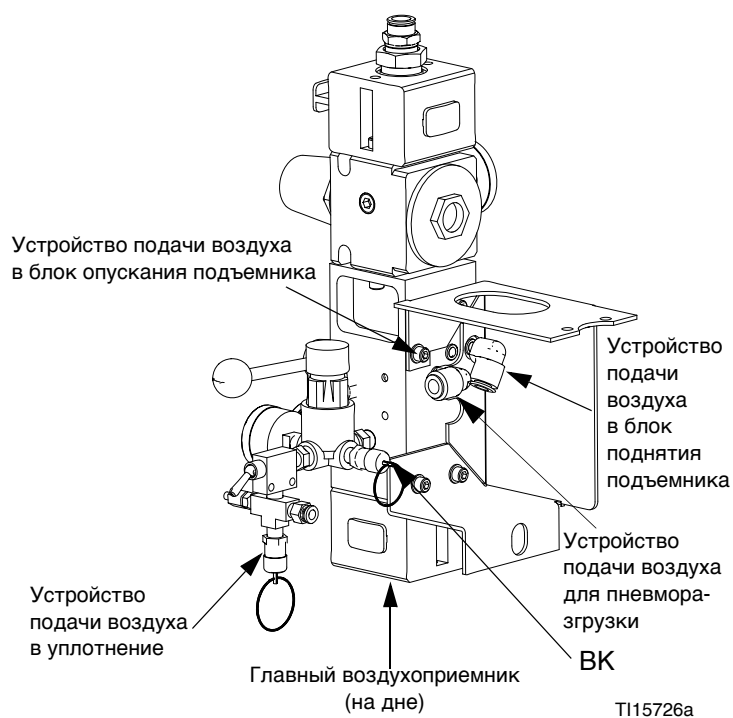
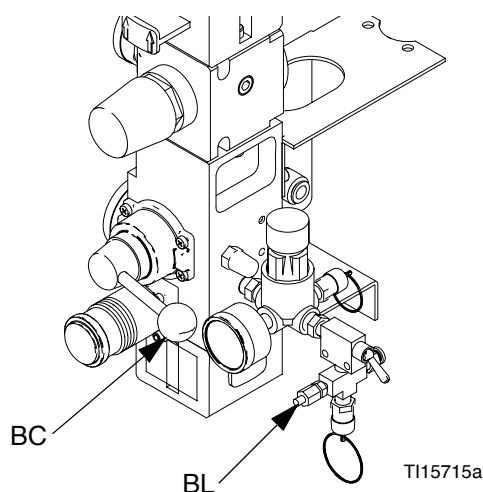

Рис. 3. Модули управления потоком воздуха
Рис. 4. Переливной клапан уплотнения и шумоглушитель с клапаном
- H Закрытый модуль управления потоком воздуха (см. Рис. 3; также выпускается открытый модуль управления воздухом.)
См. Рис. 3. Размер воздухоприемника в закрытом модуле управления потоком воздуха составляет 1/2 npt(f), а в открытом — 3/4 npt(f). В число встроенных средств управления потоком воздуха входят следующие.
- **Главный воздушный клапан (BA).** Данный клапан предназначен для включения и выключения подачи воздуха в систему. В закрытом состоянии клапан снимает давление в нижерасположенных устройствах.
- **Регулятор подачи воздуха в подъемник (BV).** Данный регулятор позволяет контролировать давление в подъемнике при его поднятии и опускании.
- **Переключающий клапан блока управления подъемником (BC).** Данный клапан используется для управления подъемником.
- **Выпускное отверстие с шумоглушителем (BD).**
- **Регулятор пневмодвигателя (BE).** Данный регулятор контролирует давление воздуха в двигателе.
- **Переключающий золотниковый клапан пневмодвигателя (BF).** Данный клапан предназначен для включения и выключения подачи воздуха в пневматический двигатель. В закрытом состоянии клапан стравливает воздух, скопившийся между этим клапаном и пневмодвигателем.
- **Клапан пневморазгрузки (BG).** Данный клапан позволяет включать и выключать подачу воздуха с целью выталкивания пластины подъемника из пустого барабана. Для этого используется воздухопровод.
- **Регулятор подачи воздуха в надувное уплотнение (BH).** Данный регулятор позволяет контролировать давление воздуха в надувном уплотнении.
- **Выключатель надувного уплотнения (BJ).** Данный выключатель контролирует процедуры надувания и сдувания уплотнения пластины подъемника.
- **Клапан снятия давления (BK).** Данный клапан автоматически снимает избыточное давление.
- **Переливной клапан уплотнения (BL).** Данный клапан стравливает воздух из надувного уплотнения для сужения барабана. Место расположения клапана в системе с открытым модулем управления потоком воздуха см. на Рис. 3. При наличии закрытого модуля управления потоком воздуха клапан располагается внутри коробки с модулем. См. Рис. 4, стр. 15.
- **Шумоглушитель с игольчатым клапаном (BN).** Данный глушитель позволяет регулировать скорость снижения пластины подъемника. Глушитель располагается внутри коробки с закрытым модулем управления потоком воздуха. При наличии открытого модуля управления потоком воздуха необходимость в глушителе отпадает, так как скорость снижения подъемника можно регулировать с помощью клапана блока управления подъемником.
См. Рис. 3. Переведите выключатель пневмодвигателя (BF) в положение OFF («Выкл.»).
См. Рис. 3. Закройте золотниковый клапан пневмодвигателя (BF).
2. Переведите регулятор подачи воздуха в блок управления подъемником на ноль. Установите переключающий клапан блока управления подъемником (BC) в положение DOWN («Вниз»). В результате подъемник медленно опустится.
4. Переведите выключатель надувного уплотнения (BJ) в положение OFF («Выкл.»).
6. Закройте главный воздушный клапан (BA).
ПРИМЕЧАНИЕ. При наличии закрытого модуля управления потоком воздуха нужно выполнить следующие действия. Для увеличения или уменьшения скорости хода пластины подъемника вниз отрегулируйте положение клапана на шумоглушителе (BN) в коробке управления. См. Рис. 4, стр. 15.
См. Рис. 3, стр. 11.